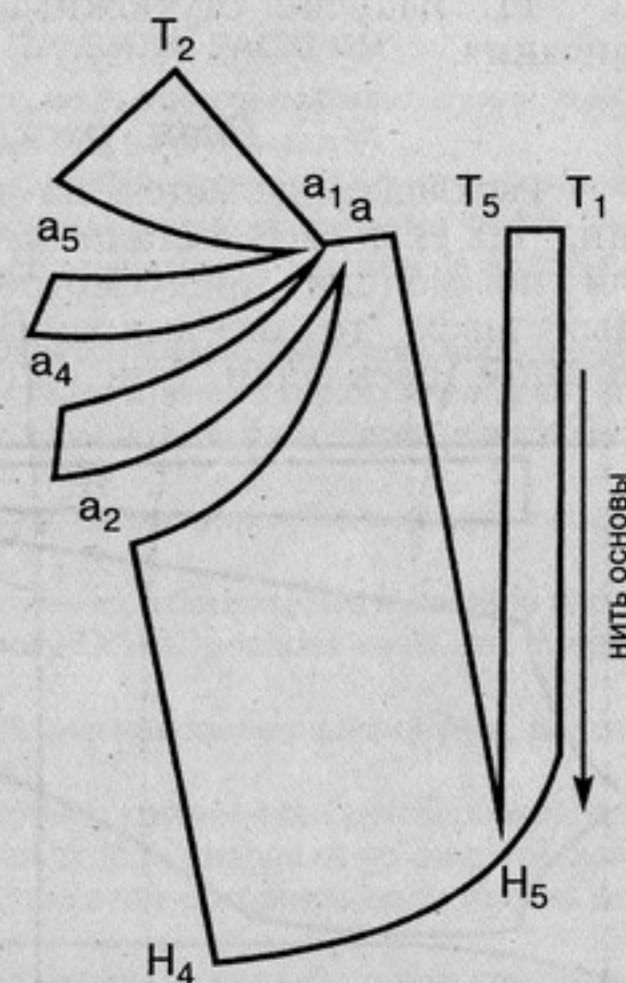

Рис. 111. Моделирование прямой юбки с драпировкой типа "качели"
5. Соединить точки a_2 , a_4 и a_5 , закладывая складки вверх по боку. Получаем драпировку по боку типа "качели". Закрепляем ее булавками (рис. 111).